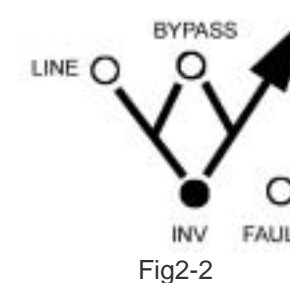

Fig2-2
Dès qu'une anomalie se produit, l'onduleur passe en mode batteries ; les batteries se déchargent pour délivrer le courant nécessaire à l'alimentation des périphériques connectés. Le panneau des LEDS s'affiche comme indiqué dans la figure 2.2.
- Que le panneau des LEDS s'affiche comme dans la figure 2.2.